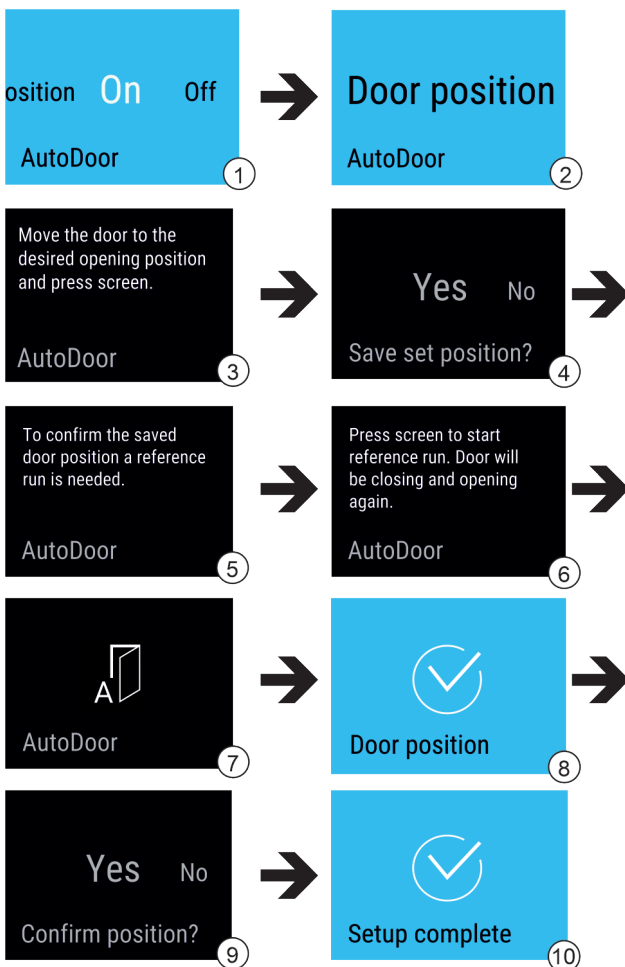

Fig. 14
- ▶ Funktion AutoDoor auswählen. Fig. 14 (1)
- ▶ Anzeige im Display wischen, bis Door position erscheint. Fig. 14 (2)
- ▶ Türöffnungswinkel konfigurieren: Tür mindestens 70° öffnen. Fig. 14 (3)
- ▶ Türöffnungswinkel bestätigen: Meldung im Display antippen. Fig. 14 (4)
- ▶ Referenzfahrt starten: Display antippen. Fig. 14 (6)
- ▷ Display blinkt. Fig. 14 (7)
- ▷ Referenzfahrt ist erfolgreich: Display wird 2 Sekunden blau. Fig. 14 (8)
- ▶ Türöffnungswinkel bestätigen. Fig. 14 (9)
- ▷ Display wird blau. Fig. 14 (10)